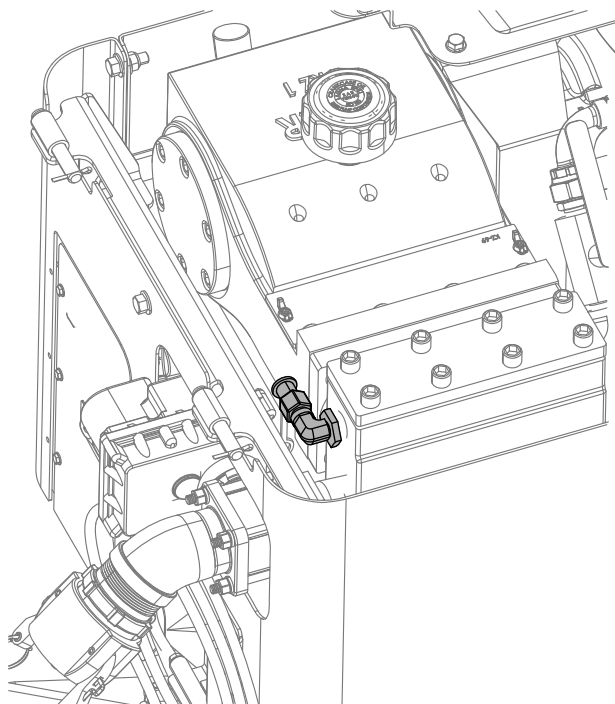

Figure 123
5. Branchez le tuyau d'arrosage auxiliaire au raccord (Figure 123).